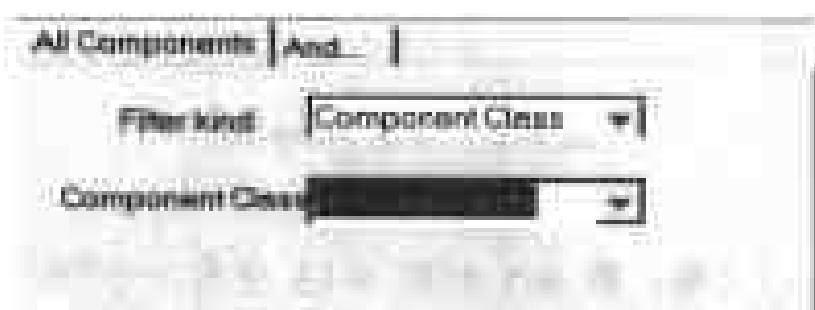

图 9-7 设定零件群组
- Component Class (零件群组) 项。如果选择了 Component Class 项, 程序将要求设置零件群组, 本栏位下方会多出一个 Component Class 栏位, 如图 9-7 所示, 这时就可在 Component Class 栏位中指定零件群组了。